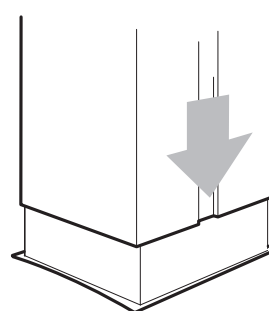

Fig. 12
- Skyv kanalens nedre del nedover og juster den inn på ventilatorens overside (Fig. 12).